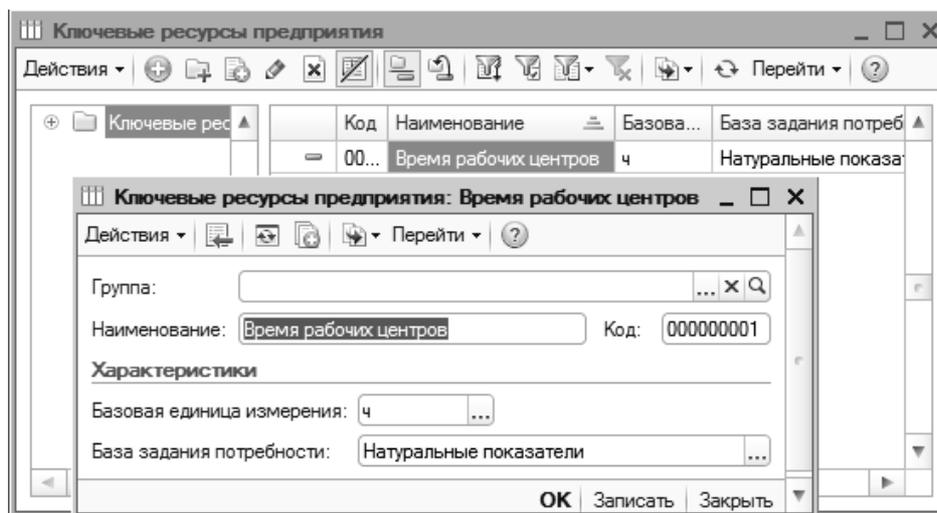

Рис. 7.38. Формирование справочника «Ключевые ресурсы предприятия»
– внесите ключевой ресурс «Время рабочих центров» согласно данным рис. 7.38.